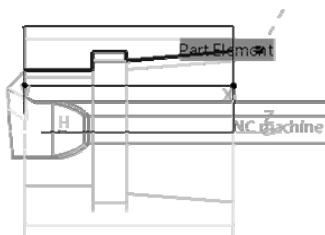

图 6-135 刀具路径轨迹（9）
- 单击“Profile Finish Turning.1”对话框中的 Tool Path Replay 按钮，弹出“Rough Turning.1”对话框，同时在图形区显示刀具路径轨迹（9）如图 6-135 所示。